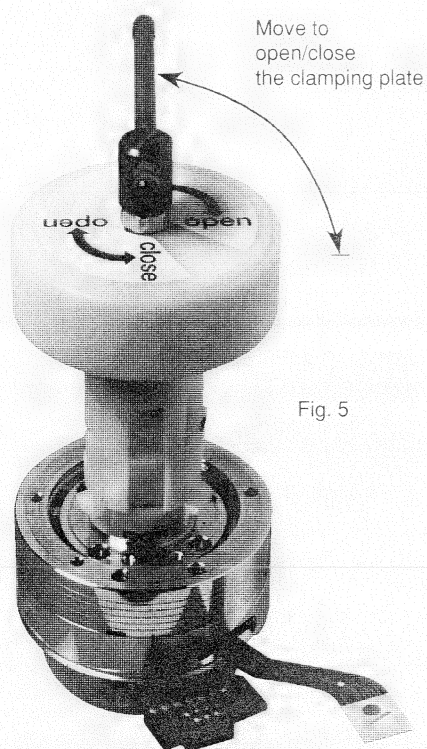

Fig. 5
- Das Abziehwerkzeug auf das obere Klemmelement aufsetzen, durch Drehen des Hebels um 90° das Klemmelement lösen und von der Kopfscheibe abziehen (Fig. 5).
- Das Abziehwerkzeug auf die Kopfscheibe plan aufsetzen und das Klemmelement durch Drehen des Hebels in Richtung "close" fixieren (Fig. 5 "close").